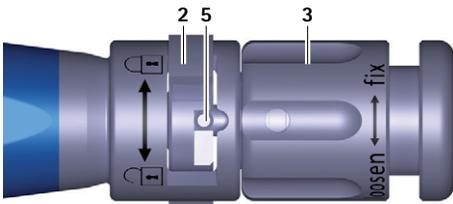

Afb. 2 Proefimplantaat aan inbrenginstrument koppelen
- ▶ Koppel het proefimplantaat **D** aan het dubbelvlak **7** van het inbrenginstrument **A**, zie Afb. 2. Let daarbij op de uitlijning van het proefimplantaat (oriëntatie aan de hand van de opdruk op het inbrenginstrument).